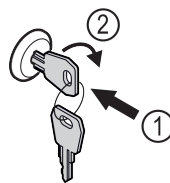

Fig. 153 Beispielhafte Darstellung
- ▶ Schlüssel hineindrücken Fig. 153 (1).
- ▶ Schlüssel um 90° im Uhrzeigersinn drehen Fig. 153 (2).